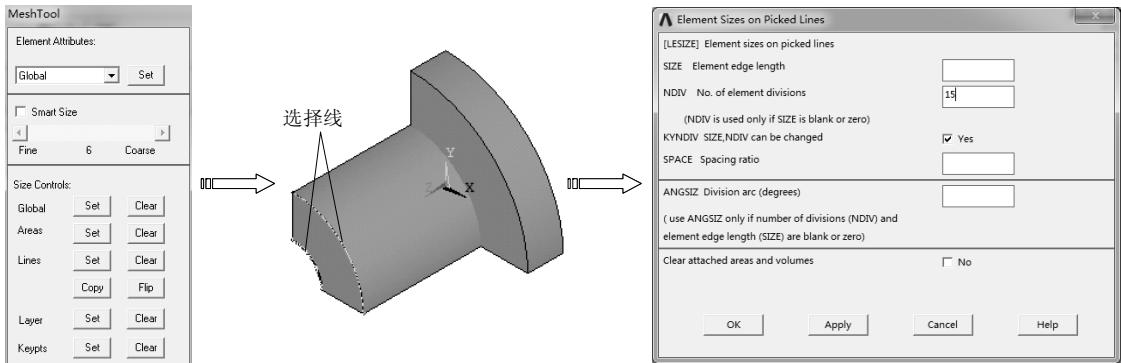

图 9-100 设置单元数量
1) 选择“Main Menu> Preprocessor>Meshing>Mesh Tool”命令，弹出“Mesh Tool”对话框，单击“Lines”后的“Set”按钮，弹出实体选取对话框，选择轴端两条圆弧线，单击“OK”按钮，弹出“Element Sizes on Picked Lines”对话框，在“No. of element divisions”文本框中输入 15，单击“OK”按钮完成单元数量设置，如图 9-100 所示。